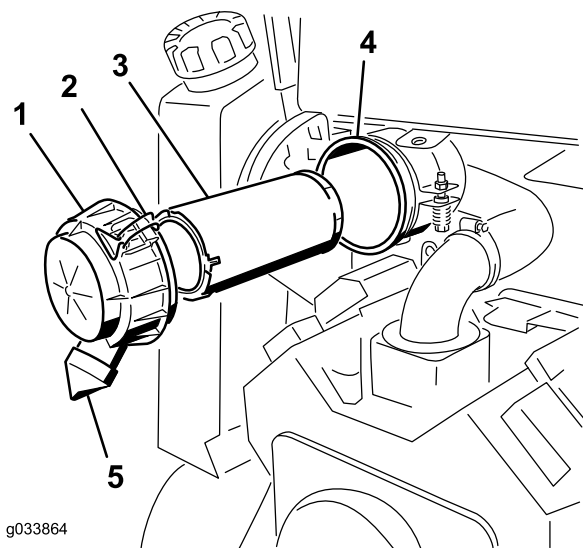

Figura 33
Importante: Effettuate la manutenzione del filtro dell'aria quando la spia diventa rossa (Figura 33). Sostituendo il filtro dell'aria prima del necessario si aumenta il rischio che la morchia entri nel motore quando si toglie il filtro.
4. Rilasciate i dispositivi di fermo del filtro dell'aria e togliete il coperchio dal corpo del filtro (Figura 33).
1. Estraete con cautela il filtro primario dal corpo del filtro dell'aria (Figura 33). Non urtate il filtro contro il corpo.
3. Infilate con cautela il filtro primario nel corpo del filtro (Figura 33). Verificare che sia inserito a fondo, premendo sul bordo esterno del filtro mentre lo si inserisce.
4. Montate il coperchio del filtro dell'aria con il lato indicato come UP rivolto verso l'alto e fissate i fermi (Figura 33).